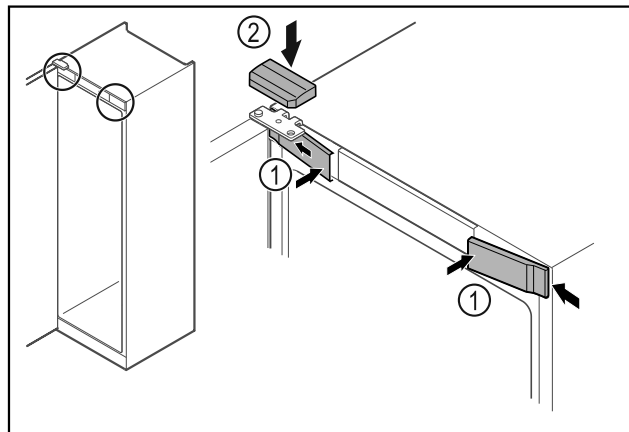

Fig. 62
- ▶ Voorste afdekkingen Fig. 62 (1) zijdelings bevestigen en vastklikken.
- ▶ Bovenste afdekking Fig. 62 (2) van boven vastklikken.